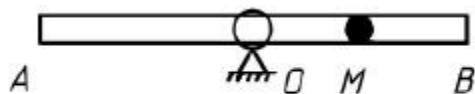

Рис. 2.1
1. Трубка  $AB$  вращается вокруг оси  $O$ , перпендикулярной к ней, с постоянной угловой скоростью  $\omega = 4 \text{ рад/сек}$ . Внутри трубы колебляется шарик по закону  $s = OM = 2 \sin(\pi t)$ , ( $s$  – в см,  $t$  – в сек) (рис. 2.1). В моменты  $t_1 = 1/6$  сек и  $t_2 = 5/3$  сек определить: 1) абсолютную скорость шарика; 2) его абсолютное ускорение